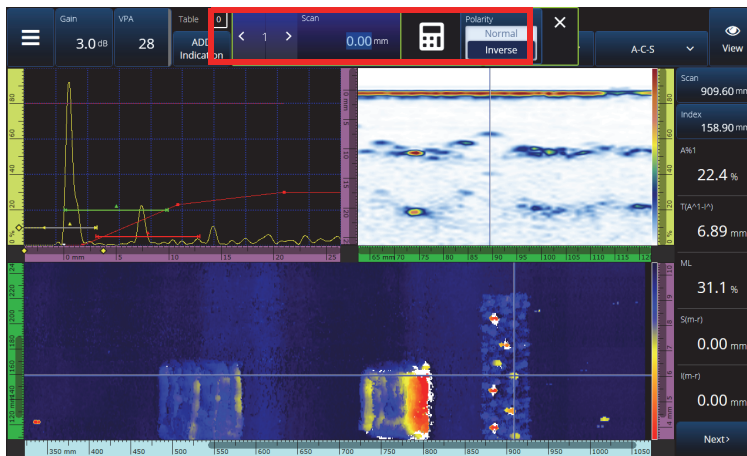

Figura 2-59 Saltar a una ubicación específica escribiendo un número con el teclado numérico
- c) Pulse el control **Escaneo** o **Índice**. Se abrirá un menú que le permite escribir un nuevo valor con el teclado numérico o invertir la polaridad del codificador (ver Figura 2-59 en la página 116).